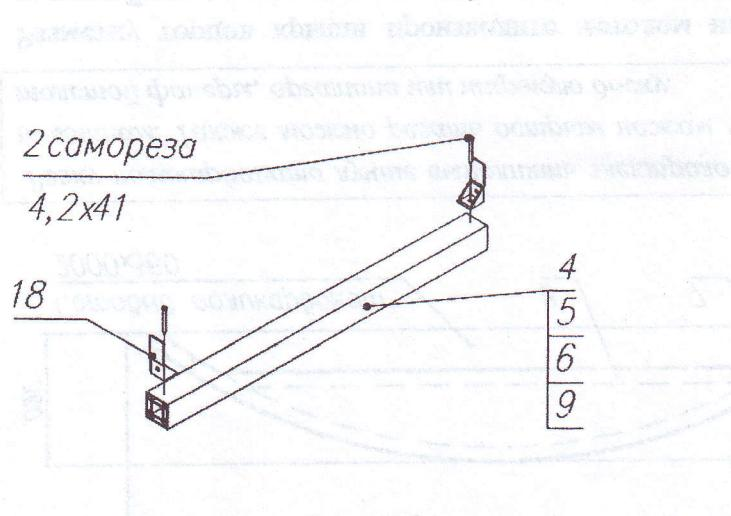

Рис.5
3.3. Присоедините пластиковые уголки 18 к деталям 4, 5, 6 и 9 согласно рис.5.